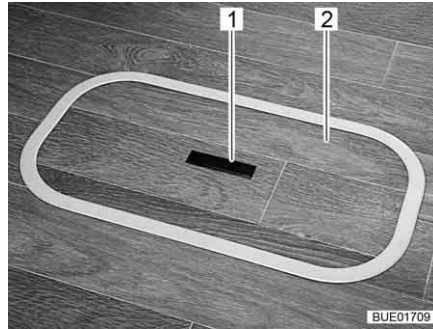
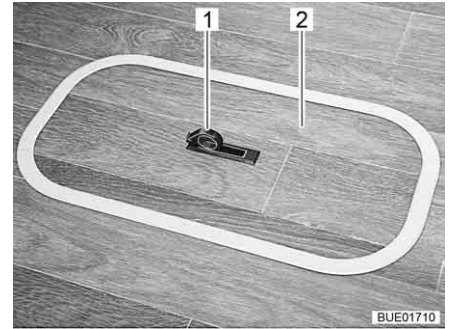

Fig. 79 Cubierta del compartimiento del fondo (tirador hundido)
Fig. 80 Cubierta del compartimiento del fondo (tirador girado hacia fuera)
- Presionar hacia abajo un lado de la placa de agarre (Fig. 79,1). El tirador (Fig. 80,1) girará hacia arriba.
- Quitar la cubierta (Fig. 79,2 ó bien Fig. 80,2) hacia arriba.